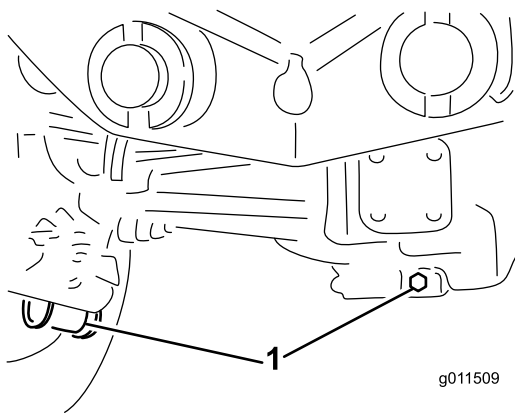

図 66
2. ドレンプラグそれぞれの端部に1本ずつ、中央に1本全部で3本の周囲をきれいにする 図 66。